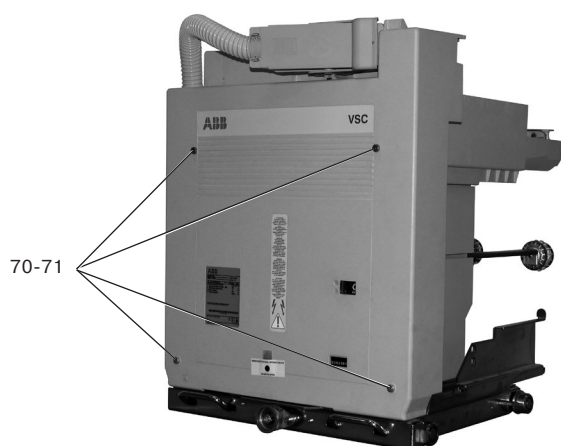
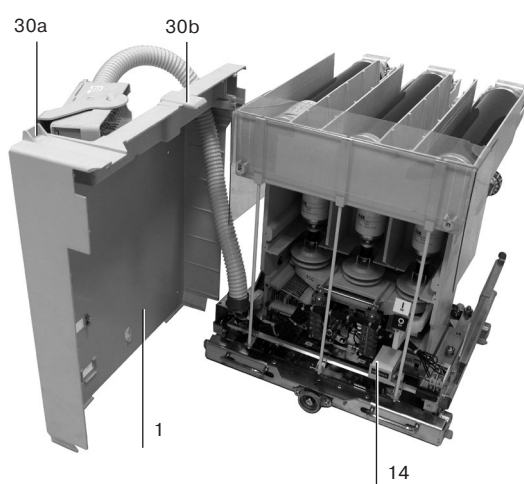
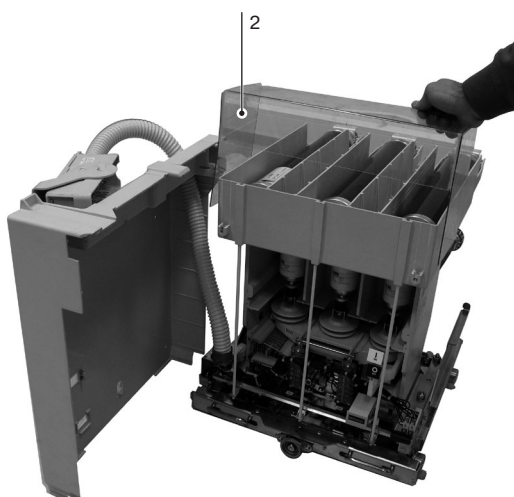

Рис. 18a
Рис. 18b
Рис. 18c
Для замены предохранителей необходимо выкатить контактор из ячейки. Инструкции по выкатыванию приводятся в руководствах КРУ/ячеек. При выкатенном из КРУ контакторе отвинтите четыре крепежных винта экрана с соответствующими шайбами DIN (рис. 18a) и установите его, как показано на рис. 18b.
Для контакторов на 12 кВ снимите защиту (2) и (рис. 18c) замените предохранители, выполняя инструкции параграфа 7.8.
Установите на место защиту (1) (рис. 18b) выполняя приведенные в пар. 7.7.2 операции в обратной последовательности.
Установите на место экран. Убедитесь, что счетчик импульсов (14) (рис. 18c) вошел в специальное гнездо (69) (рис. 18d), после чего закрепите экран винтами (70) и шайбами DIN (71) (рис. 18a).